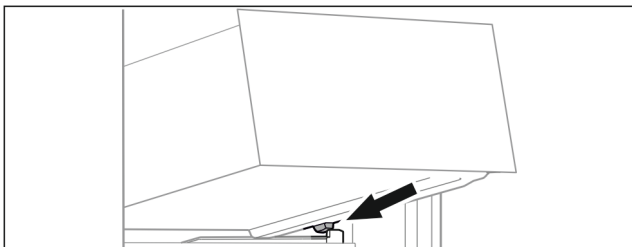

Fig. 96
- ▶ Schubfach schräg hinter den Stoppfern auf Behälterrippe aufsetzen. (siehe Fig. 96)